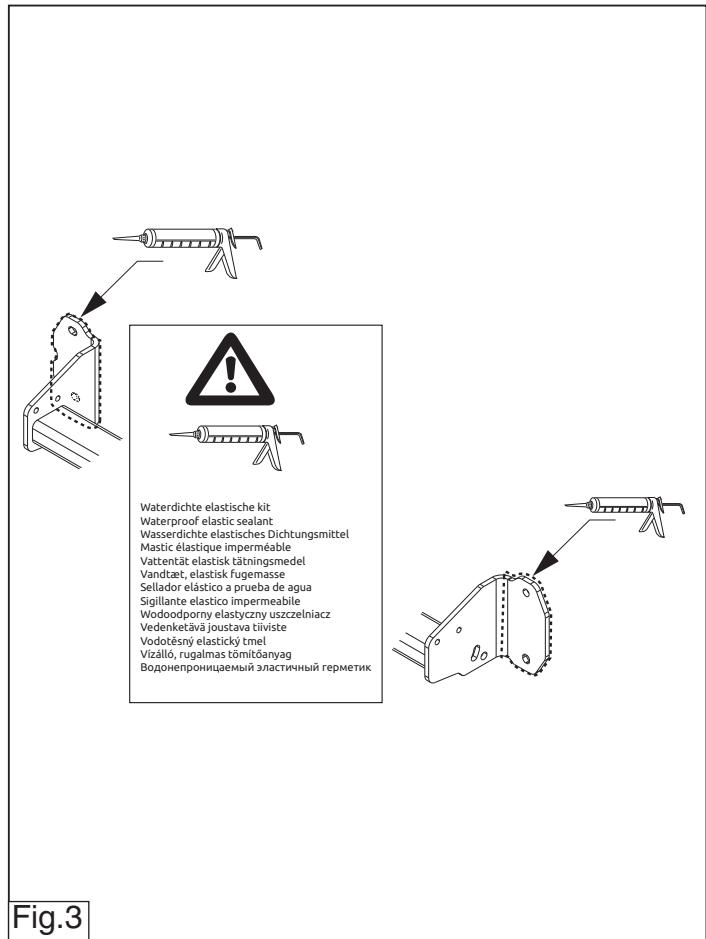

Fig.3
6. Герметизировать обозначенные части (см. рис. 3)